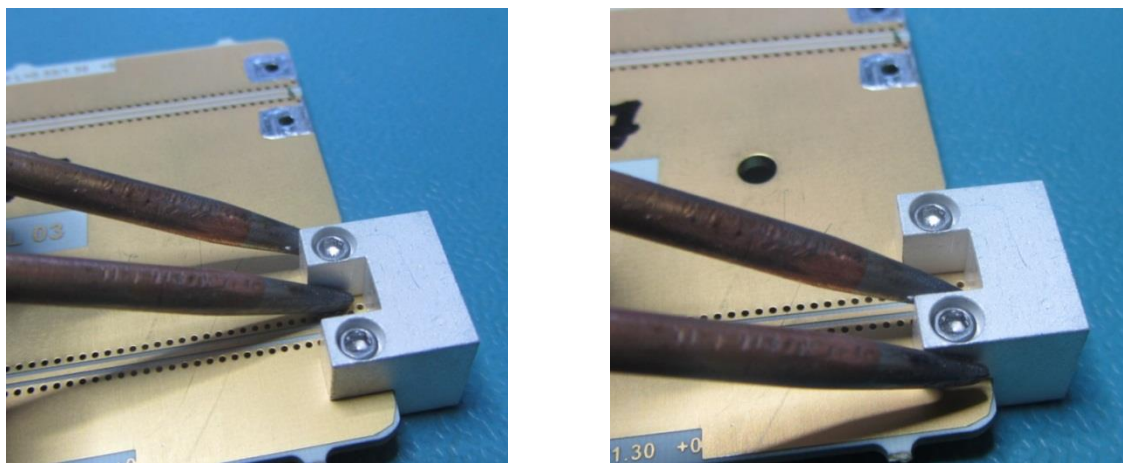

Рисунок 7. Пайка корпуса к печатной плате
5. Припаяйте корпус розетки торцевой к плате. Корпус греть в местах, показанных на рис. 7. Греть до полного расплавления припоя.